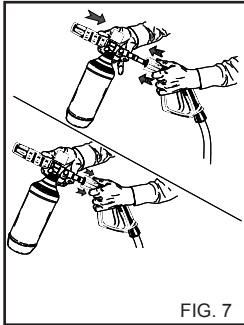
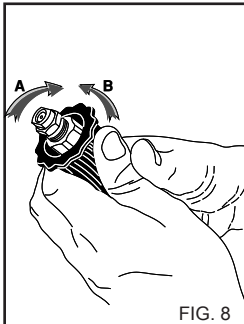

FIG. 7
FIG. 8
2) Выньте удлинитель из ручки и вставьте распылитель моющего средства, (fig.7), включите аппарат и нанесите моющее средство на промываемую поверхность, работая снизу вверх. В модели с всасыванием моющего средства, ключите управление всасыванием, расположенное на пистолете, (fig. 8). Оставьте моющее средство на несколько минут для воздействия моющего средства.
4) После использования моющего средства сполосните всасывающий контур: вставьте трубку всасывания моющего средства, (fig. 8), в бачок с чистой водой и запустите мотор на 1 минуту, пистолет должен находиться в режиме подачи моющего средства.
(Fig. 8) (Мод. DS)**